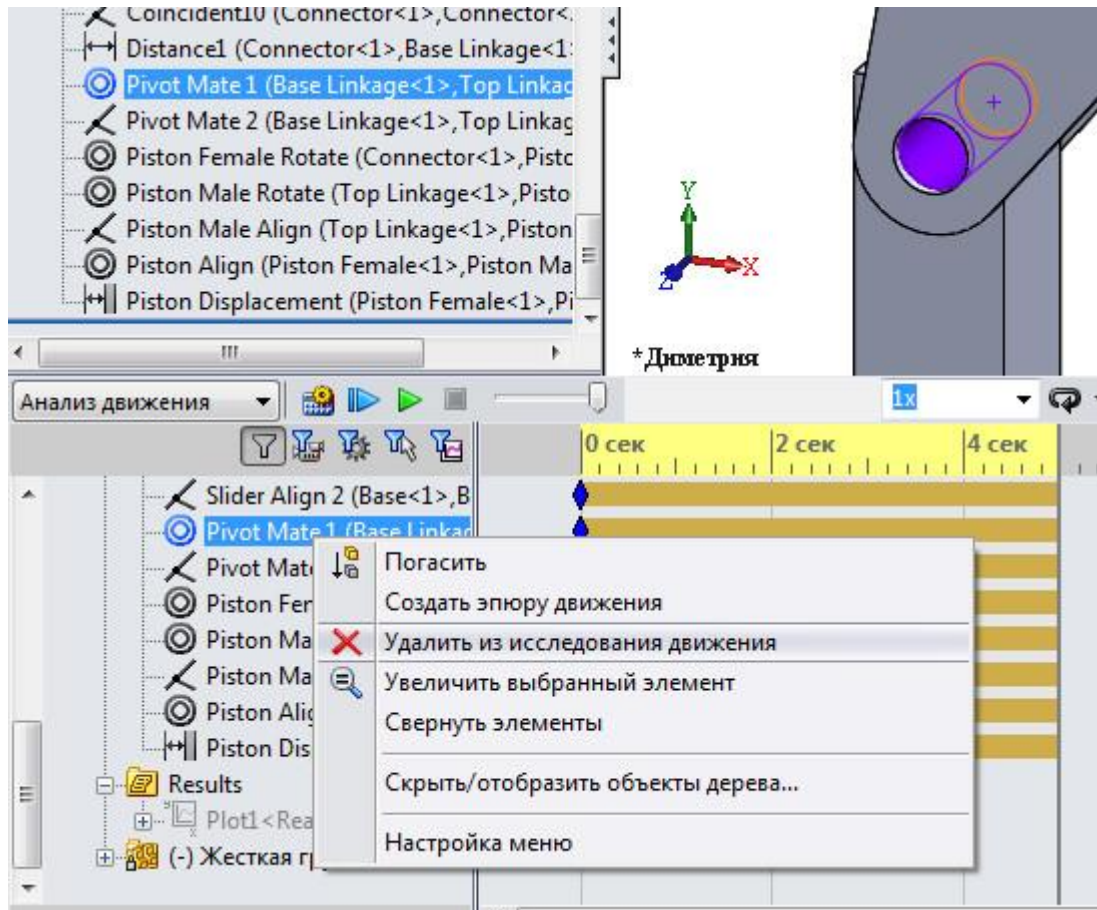

Рис. 19. Видалення спряження з розрахунку
5. Розгорніть папку **Сопряжение** (дерево Motionmanager), клацніть правою кнопкою миші **Сопряжение шарніра** і виберіть **Удалить из исследования движения** (див. рис. 19)